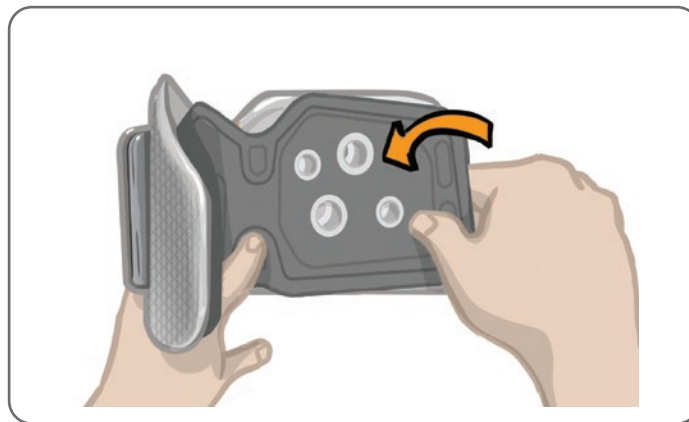

Ilustración 6-4: Sujeción del panel personal
1. Para el panel personal normal, alinee el panel con los cuatro ojales de la banda de la parte inferior de la pierna normal. Consulte la ilustración 6-4.